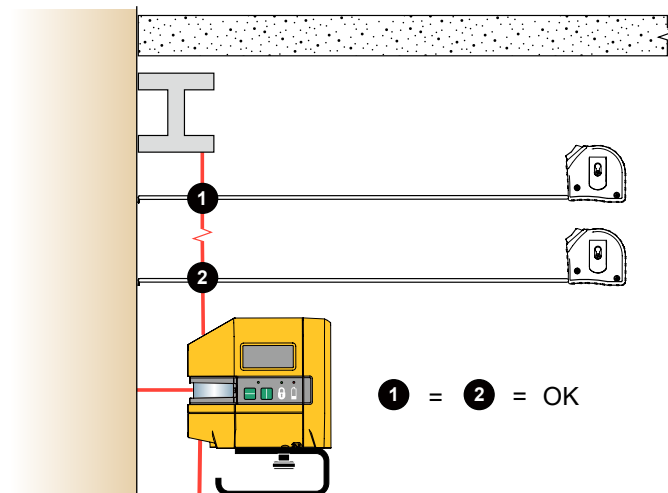

Figur 5. Nye loddmerker
2. Sentrer laseren som peker ned, over krysset. Se Figur 5.